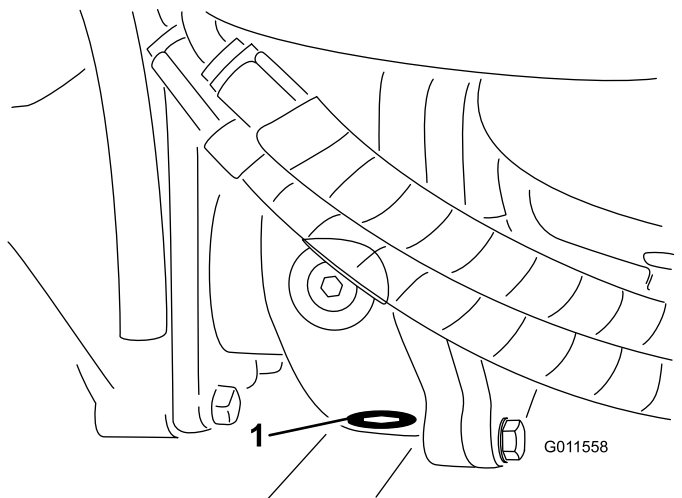

**Bild 107**
- Reinigen Sie den Bereich um die drei Ablassschrauben, d. h. jeweils eine an beiden Enden und eine in der Mitte (Bild 107).